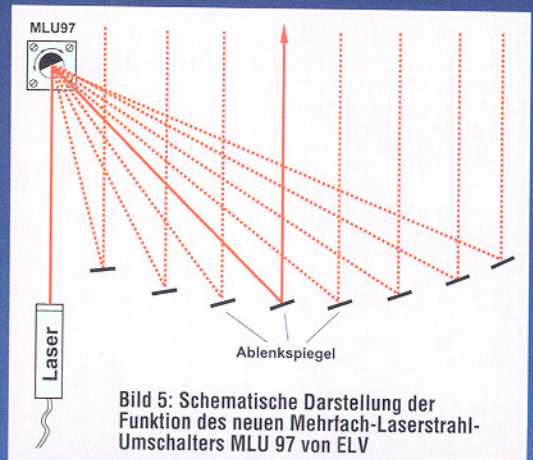

Bild 5: Schematische Darstellung der Funktion des neuen Mehrfach-Laserstrahl-Umschalters MLU 97 von ELV
3. Ablenkspiegel, aufgebaut auf Spiegelhalter mit Halte Winkel (Bild 4). Einsatz z. B. gemäß Bild 5.